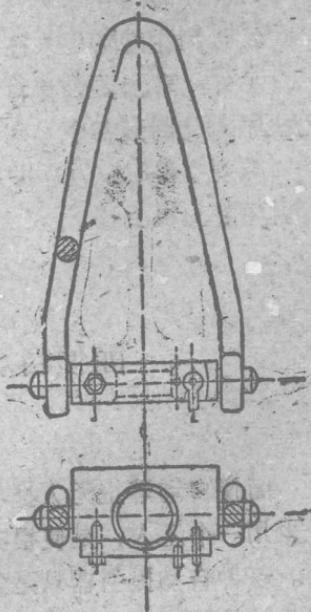

图 8 提引器
当立軸箱打开时，便把大徑接手扭在露出井口的鎖接头上，这时把提升用的提引器（見图8）套在大徑接手上，双手同时沿本体①两边齐按，把托卡③按靠在①上（弹簧④压缩），这时卡环②借重，便沿②滑下，把托卡紧紧抱住，由于托卡向內移动10公厘（凸出本体①的內徑10公厘），故能牢牢的托住大徑接手，这时便可提升。一个立根全部提出井口垫住垫叉后，輕輕放松鋼繩，扭卸立根連接部分的絲扣，（用自动擰管机最好），并把立根移到立根箱內搬住，同时再放松鋼繩，借提管器自重滑下，由于处在本体①內的大徑接手頂住托板⑤便将卡环頂上，这时托卡由于失去卡环的限制呈自由状态，因此便被弹簧推开，在用鋼繩把提管器提起200—300公厘，就可以与鑽杆脱开，放下提管器。如此順
### (二) 降下鑽具时操作 (提引器見图8) :